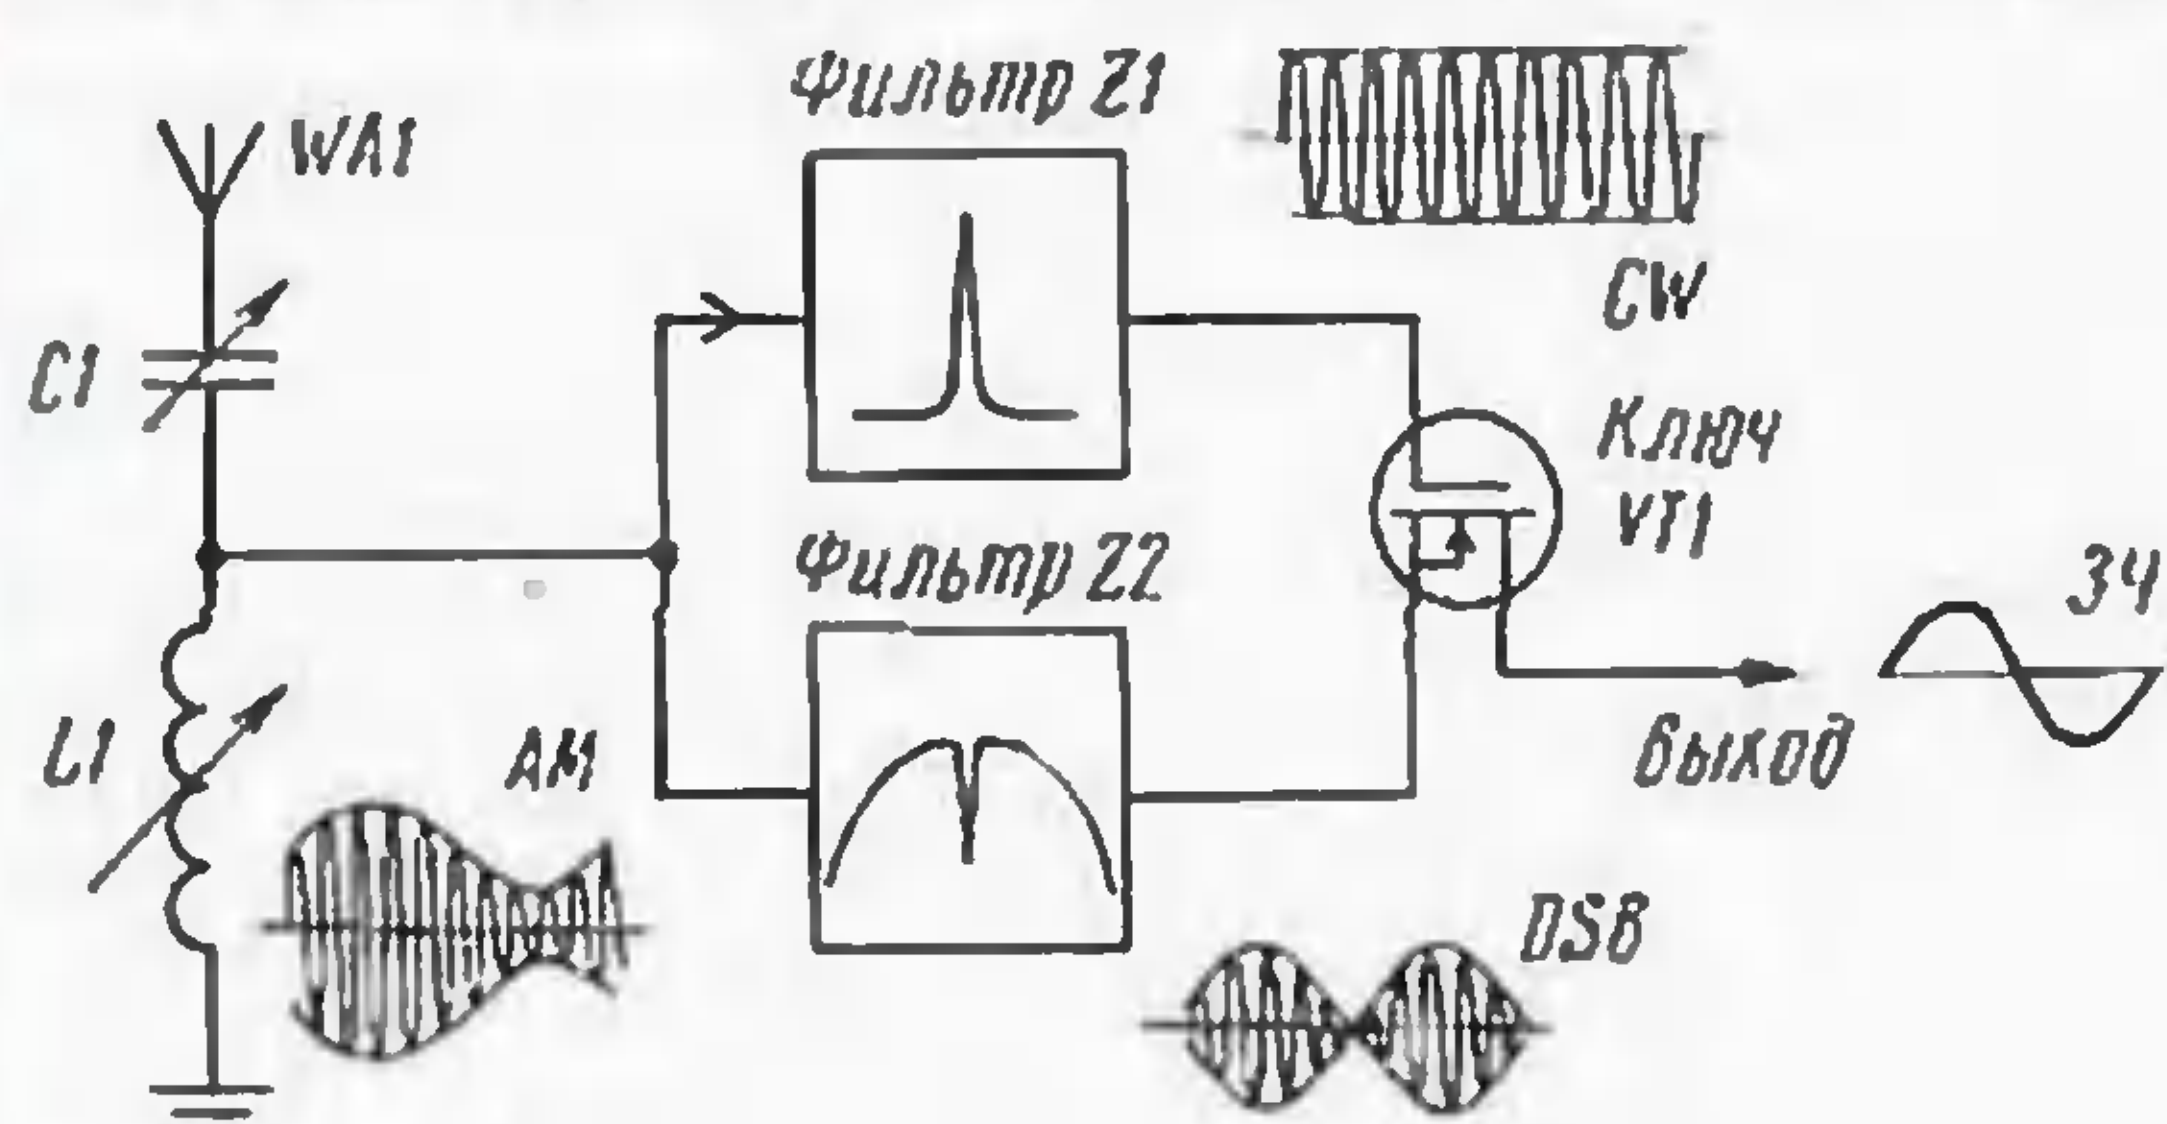
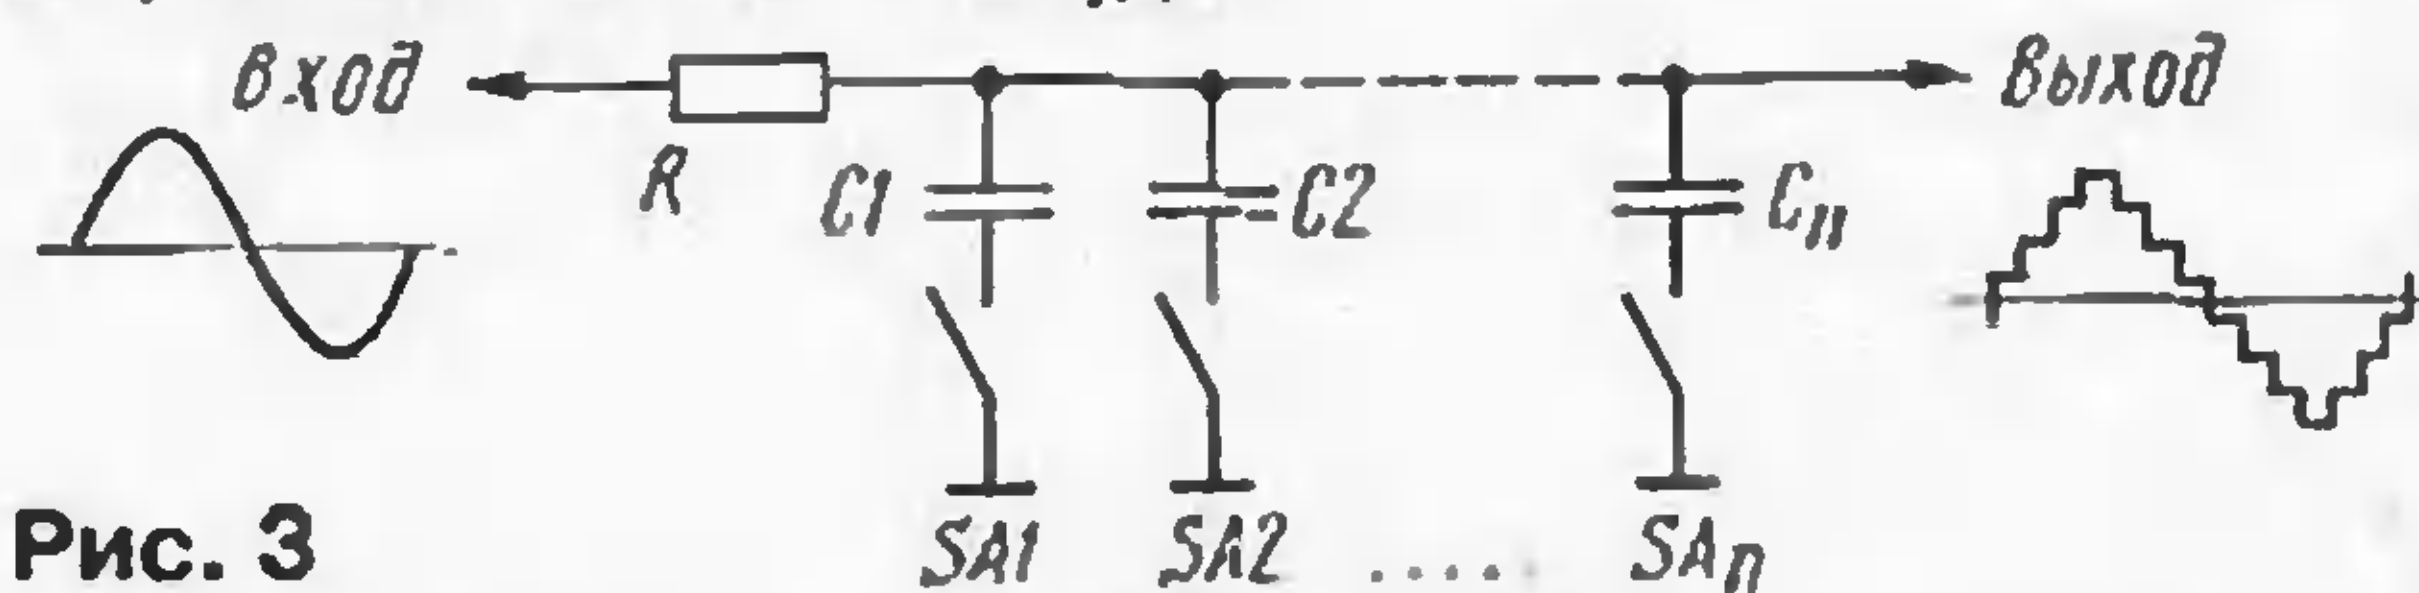

Рис. 2
Рис. 3
В идеальном случае надо бы разделить принятый сигнал двумя фильтрами: одним — очень узкополосным, выделяющим только несущую из спектра сигнала, другим — полосовым, с режекцией несущей, выделяющим только частоты боковых полос (рис. 2). Когда из антенного контура на фильтры поступит АМ сигнал (осциллограммы показаны на рис. 3), первый фильтр выделит немодулированные колебания несущей (CW), а второй — балансно-модулированный сигнал боковых полос без несущей (DSB). Фаза последнего совпадает с фазой несущей при положительной полуволне ЗЧ и меняется на обратную при отрицательной. Несущая, выделенная фильтром $Z1$, управляет ключом, и на его входе появляются положительные импульсы тока при положительной полуволне ЗЧ и отрицательные — при отрицательной. В телефоны потечет ток звуковой частоты без постоянной составляющей.
Столь узкополосные фильтры нельзя сделать на обычных колебательных контурах, но они имеются — это синхронные фильтры на коммутируемых конденсаторах. Суть их работы сводится к следующему: к цепи переменного тока (рис. 3) периодически и поочередно подключают конденсаторы. Если моменты подключения каждого конденсатора попадают всегда в одну и ту же точку синусоиды, то конденсатор зарядится до соответствующего напряжения и перестанет потреблять ток. На всей системе конденсаторов выделится ступенчатое напряжение, аппроксимирующее входное синусоидальное. Если же частота коммутации не совпадает с частотой входного сигнала, на конденсаторы будет поступать каждый раз разное напряжение, конденсаторы не зарядятся и на выходе сигнала не будет.